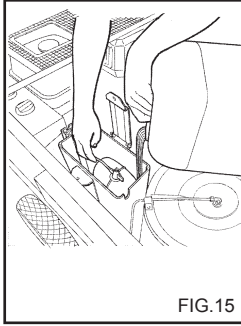

FIG.15
- 5) Versare nella vaschetta circa 3 lt. di soluzione antigelo (fig. 15).